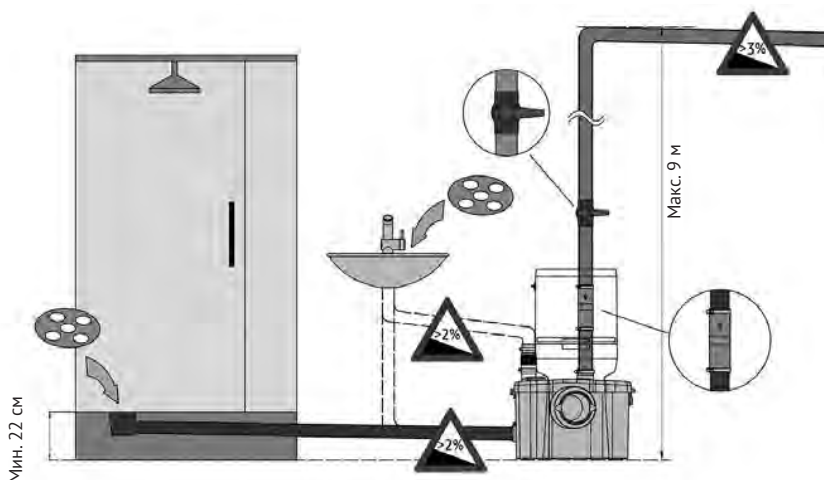

Рисунок 4 – подключение сантехнических приборов и напорного трубопровода к КНС
Диаметр канализационных труб, использующихся для отвода стоков от сантехнических приборов, должен быть не менее диаметра боковых входов (40 мм). Горизонтальные участки труб в сторону насосной станции должны иметь уклон не менее 2 %. При присоединении к станции душевой кабины, расстояние от сливного отверстия поддона кабины до поверхности, на которой установлена станция, должно быть не менее 22 см (см. рисунок 4).
Рекомендуется выполнять соединения на трубопроводе неразъемными, что повысит надежность системы. Важно также предусмотреть шаровой запорный кран на напорном трубопроводе, чтобы упростить процесс обслуживания и демонтажа КНС (см. рисунок 4).
- горизонтальные участки должны иметь уклон не менее 2 %, т.е. на каждый метр по горизонтали труба поднимается на 2 см по вертикали (см. рисунок 4);